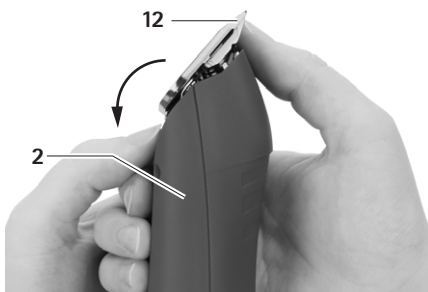

Fig. 5
- Vipp opp klippehodet **12** fremover, se Fig. 5.